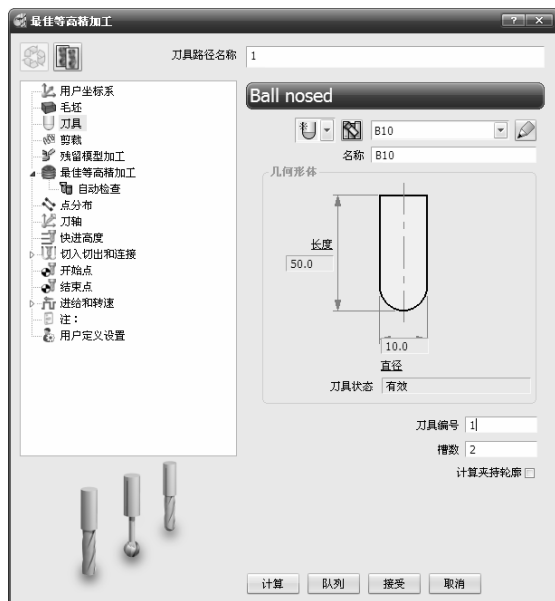

图 2-174 “最佳等高精加工”对话框
6) 单击主工具栏上的“刀具路径策略”按钮，弹出“策略选取器”对话框，单击“精加工”选项卡，选中“最佳等高精加工”选项，单击“接受”按钮，弹出“最佳等高精加工”对话框，如图 2-174 所示。